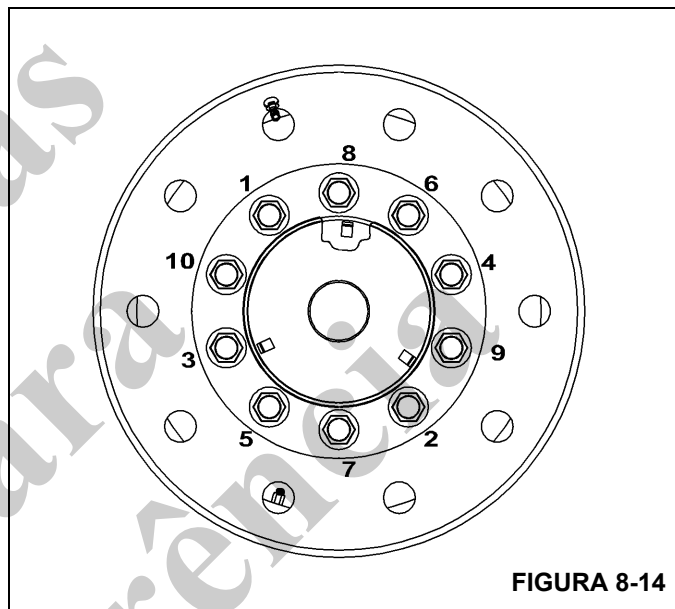

FIGURA 8-14
4. Alinhe o conjunto de rodas de alumínio externas, de forma que a extensão da válvula do pneu interno possa passar pelo furo destinado a ela. (Na Figura 8-14, o furo em questão está entre os prisioneiros identificados como "5" e "7".) Coloque o conjunto de rodas externas nos prisioneiros de montagem. Tome cuidado para não danificar os prisioneiros.
8. Aperte as porcas parafuso na sequência mostrada com torque preliminar de 68 Nm (50 lb-pé) (consulte a Figura 8-14).
9. Continue a apertar as porcas parafuso na sequência mostrada, até que todas as 10 estejam apertadas com torque de 610 a 678 Nm (450 a 500 lb-pé) (consulte a Figura 8-14).